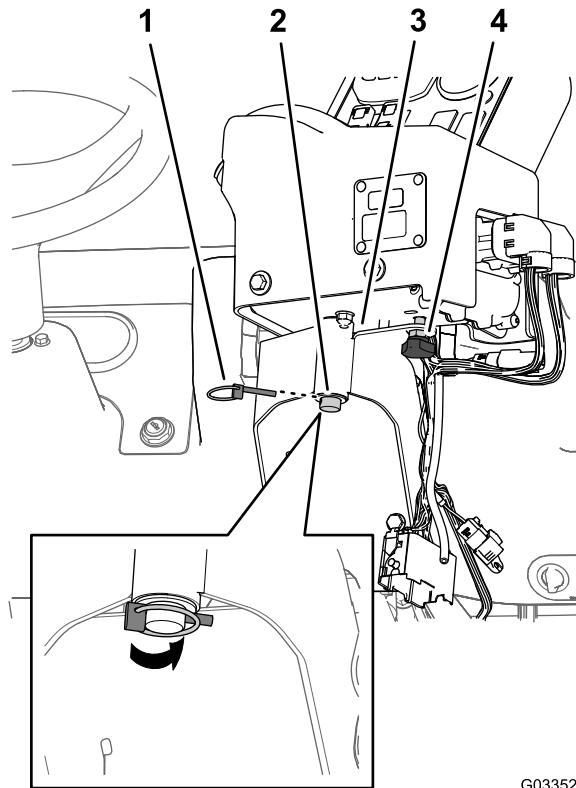

Figure 19
2. Fixez la console de commande au support du boîtier de commande au moyen de la goupille de circlip (Figure 19).
3. Montez et serrez la molette de serrage pour empêcher la console de tourner durant cette opération (Figure 19).